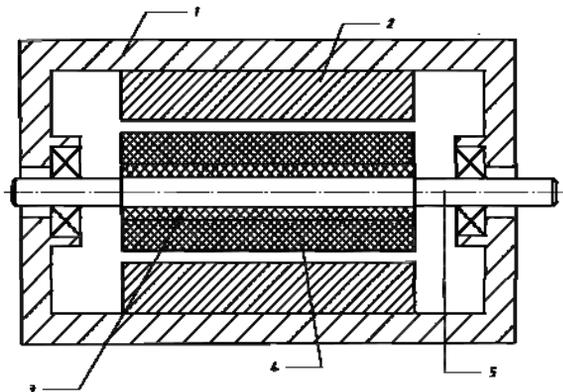

Рис. 1. Общий вид двигателя
**Введение.** В данной работе представлены две модели диэлектрического двигателя с использованием электретов. В первой модели создается статическое электрическое поле, а во второй – вращающееся. Общий вид диэлектрического двигателя представлен на рис. 1.